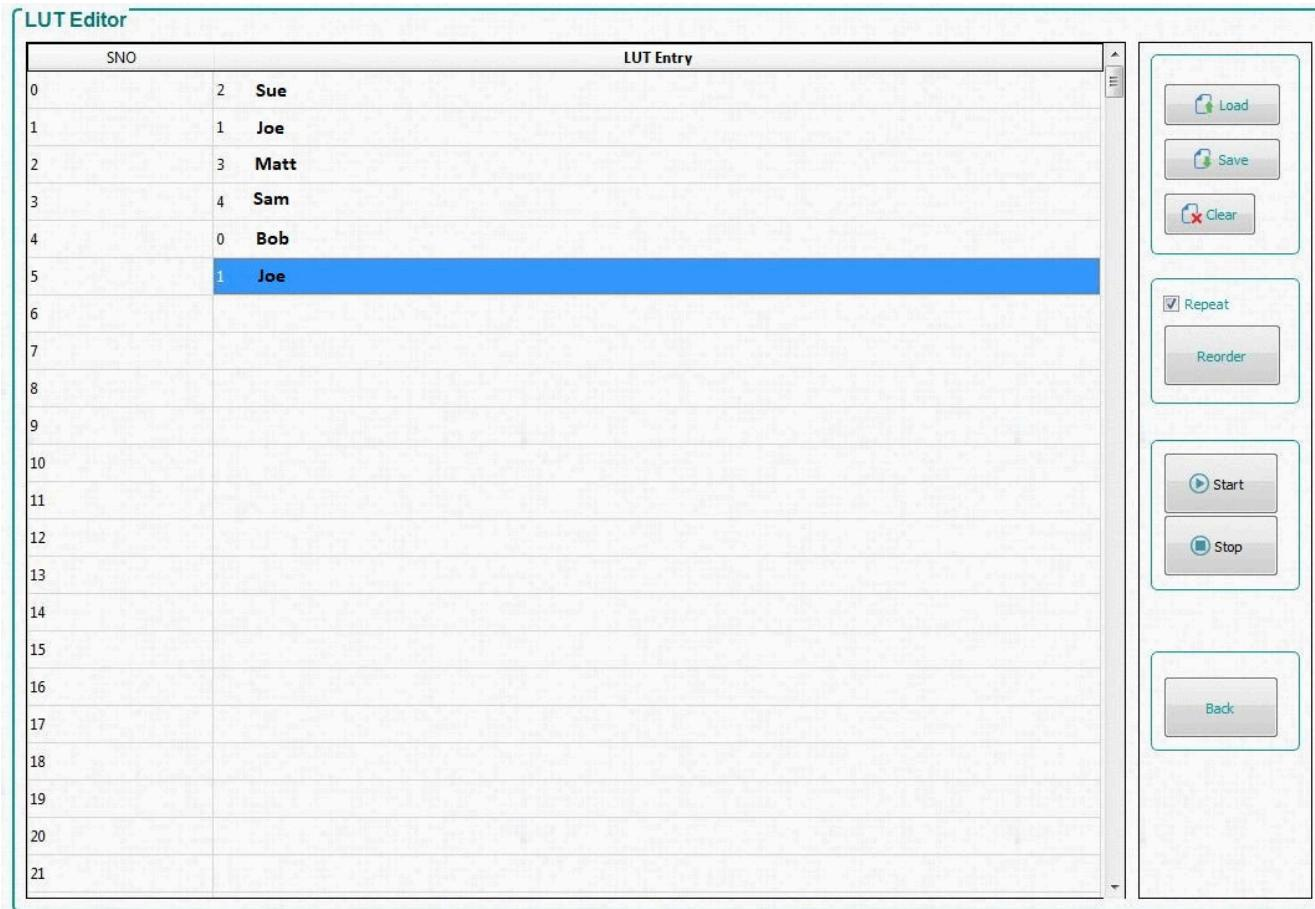
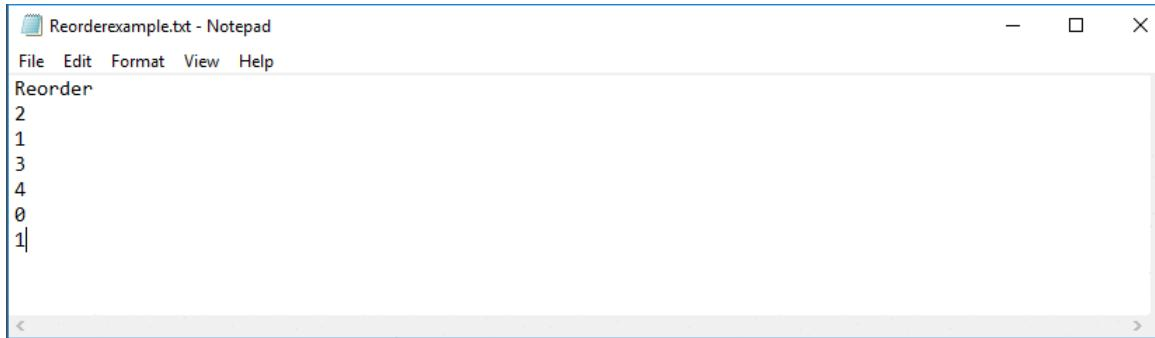

図 3-12. [LUT Editor] パネル
図 3-13. 順序変更の例
「LUT Editor」(LUT エディタ) パネルを図 3-12 に示します。ここで、SNO(シーケンス番号) というラベルの付いた列は、図 3-11 に示す「Pattern Design」(パターンデザイン) タブの「Update LUT」(LUT を更新) をクリックした後の順序設定に従うパターン表示スロット番号を表します。次に、好きなパターン番号を「LUT entry」(LUT エントリ) 列の行に手動で入力するか、図 3-13 に示すように「Reorder」(再注文) という単語の後に必要なパターン スロットの番号が記載されているテキストファイルをロードして、これらのパターンの順序を変更できます。
- 図 3-12 に示すように、「Edit LUT」(LUT を編集) ボタンをクリックして「LUT Editor」(LUT エディタ) パネルを開きます。このパネルは、最初は空の「LUT Entry」列で開きます。
- パターンの順序を変更するには、図 3-12 に示すように「LUT entry」(LUT エントリ) の行 1 に「2」を入力してから「1」、「3」、「4」、「0」、「1」と順に入力します。
13. テキストファイルが保存された場所を参照し、図 3-13 に示すようにテキストエディタ プログラムでファイルを開きます。
GUI インターフェイスを使用するとき、各パターンには、元の LUT 順序で挿入されたスロットに対応する複数の情報の項目が含まれます。したがって、パターンの順序を LUT 内の別のスロットに変更すると、元の割り当てビット情報、タイミング (露出時間とダークタイム)、LED の色、トリガ情報は保持されますが、LUT 内で再割り当てされたスロットにある情報は保持されません。たとえば、図 3-11 でパターン 3 にユーザーの実行を開始するトリガ入力が含まれており、図 3-12 に示すようにスロット 2 に順序を変更した場合、トリガ入力は LUT のスロット 0 ではなく、スロット 3 にあります。
重要な注意点は、*「Edit LUT」(LUT を編集)* 機能を理解するために、図 3-11 のパターンに名前を付け、野球ゲームでのバッティング順序として扱います。このようにして、SNO 列 (新しい打順) と *「LUT entry」(LUT エントリ)* 列 (打者) に挿入されるパターン (打者) で、スロット順序番号の区別を図示する方が簡単です。たとえば、Bob は打順が何番でも、バッティングに関するデータ (ビット情報、タイミング、色、トリガ) は変化しないので、元の打順である 1 番 (図 3-11 のスロット 0) から、新しい打順の 5 番 (図 3-12 で順序が変更された LUT エントリ 4) に移動されても、Bob のプロパティは変化しません。唯一の違いは、Bob の前にいる 4 人の打者 (パターン) (Sue, Joe, Matt, Sam) の打順が終了するまで、Bob の打順にならない (表示されない) ことです。この例で、新しい打順では Joe が 2 回打席に立つ (SNO 2 と 5) ことにも注目してください。Joe は 1 人しかいませんが、新しい打順では 2 回打席に立ちます。同様に、元のパターンリスト内のパターンは、DLPC900 のメモリ内のパターンを追加または削除することなく、順序が変更された表示 LUT 内で、多くの場所で表示可能です。したがって、システムメモリについては、メモリが変更されるのは *「Update LUT」(LUT を更新)* 機能を使用したときだけで、図 3-11 の *「Edit LUT」(LUT を編集)* (順序変更) 機能では変更されません。